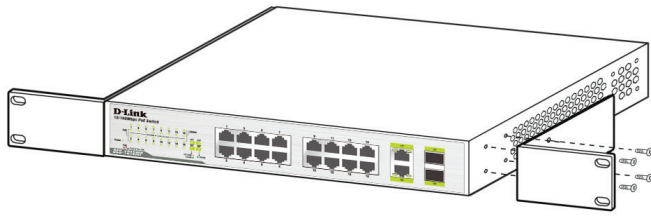

Figura 3. Braçadeiras de montagem
1. Prenda as braçadeiras de montagem em cada lado do chassi conforme mostrado na **Figura 3** e fixe-as com os parafusos fornecidos.